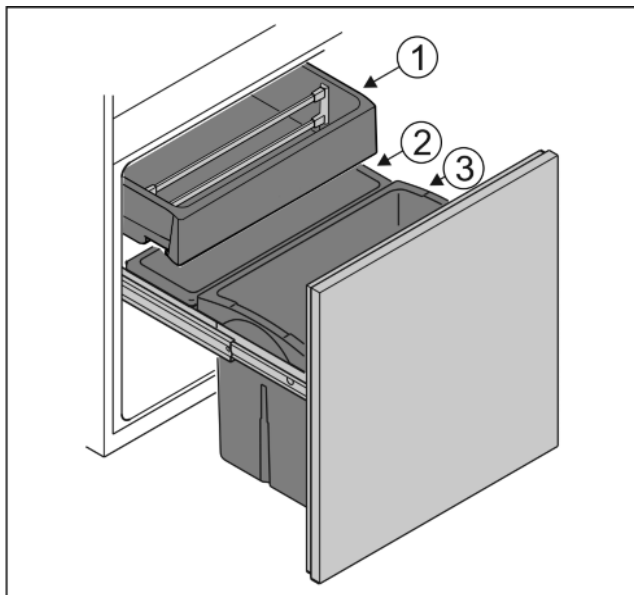

Fig. 4
- ▶ Nádobu Fig. 4 (1): Vkládejte nezabalenou zeleninu a jižní plody.
- ▶ Nádobu Fig. 4 (2): Vkládejte nezabalené drobné druhy ovoce a zeleniny.
- ▶ Nádobu Fig. 4 (3): Vkládejte jednotlivé láhve.